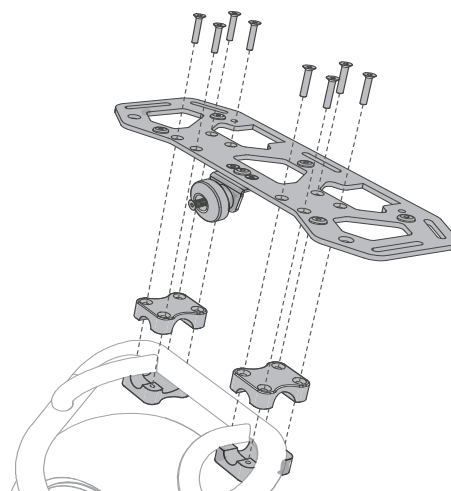

图 7. 将货物夹安装至货架
4. 如图所示，将货物夹定位于 i2 SE 下部载货框架上。带螺纹的货物夹应位于 i2 SE 下部载货框架的下侧。见图 7。
5. 如图 7 所示，放置货架，使其与货物夹对齐。